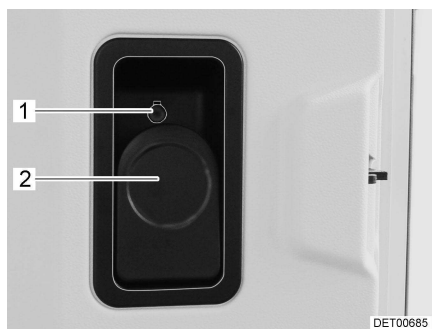

Fig. 16 Cerradura de la puerta de entrada, en el interior, bloqueada
- Tirar de la palanca (Fig. 16,2).
- Hundir el botón de seguridad (Fig. 16,1).